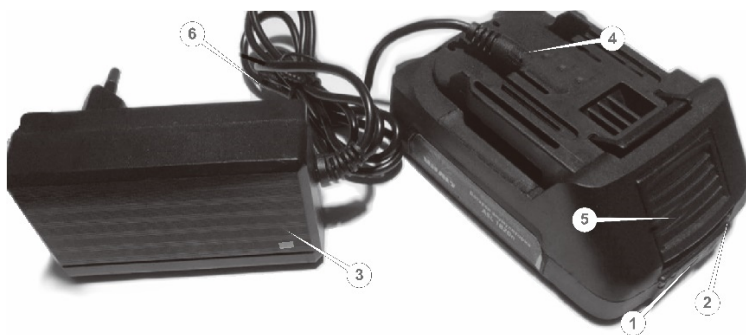

Рисунок 4. Схема зарядження АКБ.
5.1.5.1 Перевірка рівня зарядження акумуляторної батареї (рис. 4).
1. Натиснути та утримувати кнопку акумулятора (2, рис. 4), яка розташована на верхній панелі акумулятора.
2. Під час утримання кнопки залежно від стану заряду батареї почнуть світитися відповідні індикатори (1, рис. 4).
5.1.5.2 Зарядження акумуляторної батареї (рис. 4).
4. Контролювати ступінь зарядження акумулятора за кольором індикаторів (3, рис. 4).